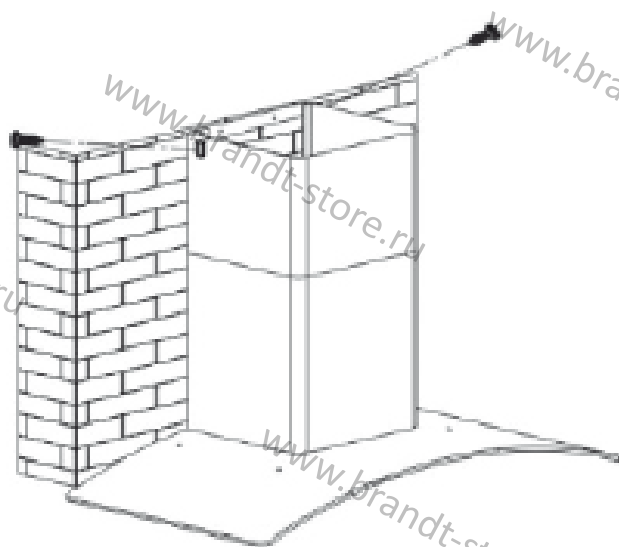

Рис. 5
- Поднимите верхний короб к потолку и прикрепите его к скобе при помощи винтов (рис. 5).